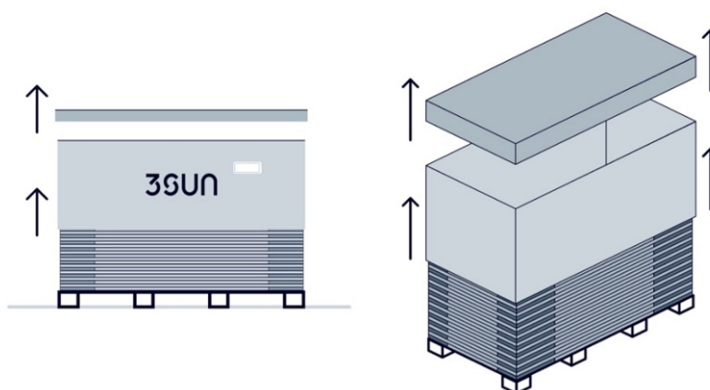

Figura 21: Rimozione del coperchio e dell'imballaggio perimetrale della scatola.
- b) Rimuovere prima il tappo di cartone della scatola e successivamente l'imballo di cartone perimetrale (Figura 21).